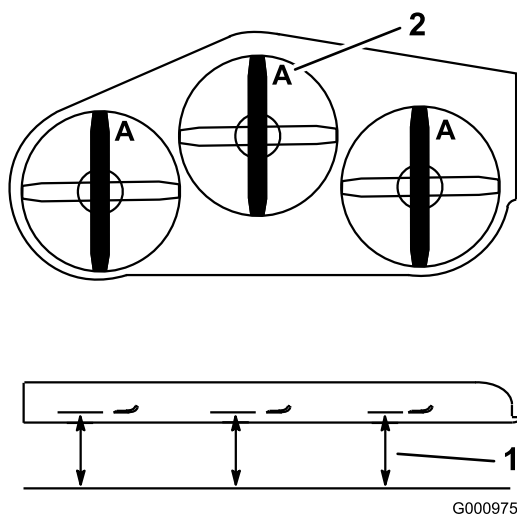

Figura 88
3. Con la macchina su una superficie piana, posizionate una lama longitudinalmente. Misurate al punto A e da una superficie piana fino al tagliente della punta della lama (Figura 88).